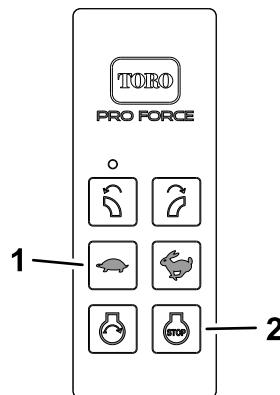

Bild 20
1. Drücken Sie die MOTORDREHZAHL VERRINGERN-Taste (Bild 20) auf der Handfernbedienung, um die Motordrehzahl zu verringern (etwa $\frac{3}{4}$ -Gaseinstellung).
2. Drücken Sie die MOTORSTOPP-Taste (Bild 20).